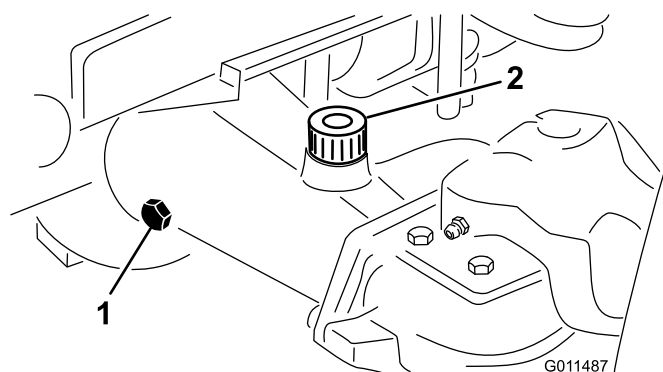

Bild 63
2. Entfernen Sie die Prüfschraube aus einem Ende der Achse und stellen sicher, dass das Fett die Unterseite des Lochs erreicht (Bild 63).